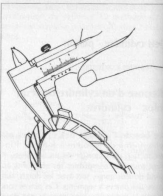

FIG. 19
- L'épaisseur des disques lisses, à l'aide d'un pied à coulisse (fig. 19).